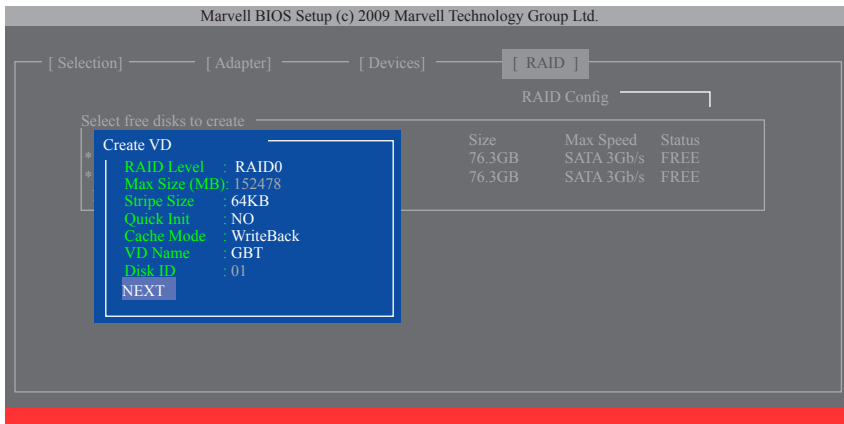

図 7
6. **NEXT:** 上の設定を完了した後、**NEXT** に移動して<Enter>を押してアレイの作成を開始します。確認を求められたら、<Y>を押して確認するか<N>を押してキャンセルします(図7)。